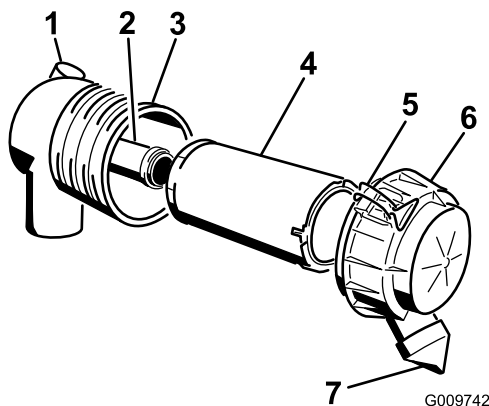

Рисунок 30
Внимание: Обслуживание фильтра воздухоочистителя следует производить только тогда, когда индикатор необходимости обслуживания станет красным (Рисунок 30). Замена воздушного фильтра без необходимости ведет лишь к повышению вероятности попадания грязи в двигатель при извлечении фильтра.
4. Освободите защелки воздухоочистителя и отделите крышку от корпуса воздухоочистителя (Рисунок 30).
1. Осторожно извлеките фильтр грубой очистки из корпуса воздухоочистителя (Рисунок 30). Старайтесь не ударить фильтр о боковую поверхность корпуса.
4. При замене контрольного фильтра будьте осторожны, вставляя новый фильтр в корпус фильтра (Рисунок 30).
5. Осторожно вставьте фильтр грубой очистки поверх контрольного фильтра (Рисунок 30). Убедитесь в том, что он полностью встал на место, надавливая на внешний обод фильтра во время его установки.
6. Установите крышку воздухоочистителя таким образом, чтобы сторона, обозначенная как UP, была обращена вверх; закрепите защелки (Рисунок 30).